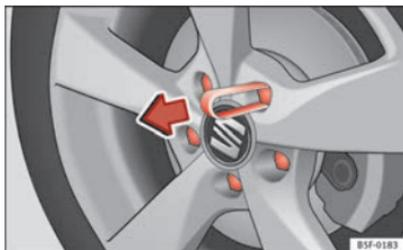

Fig. 134 Retirar la tapa del tornillo de la rueda
- Calar la grapa de plástico en la tapa hasta tal punto, que las muescas de retención interiores de la grapa toquen el collar de la tapa y retirar ésta ⇒ fig. 134.